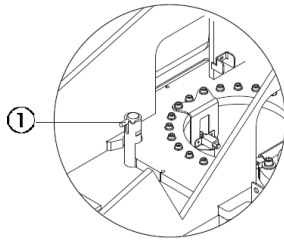

Figure 10-1 Goupille de verrouillage de la plateforme rotative
- 6) Assurez-vous que la plateforme rotative a été fixée à l'aide du verrou dédiée avant le transport, comme le montre la figure 10-1. Assurez-vous que la plateforme rotative est déverrouillée pendant le fonctionnement.
- 1) À chaque fois que la machine doit être transportée, il faut verrouiller la plateforme rotative à l'aide de la goupille de verrouillage dédiée, comme indiqué à la figure 10-1.